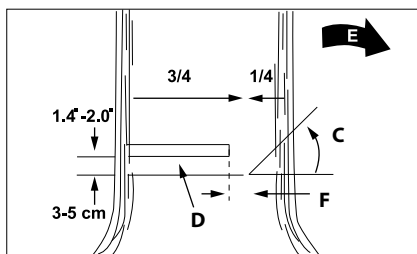

Fig. 15
De obicei, doborârea unui copac constă din două operațiuni principale: creștătura (C) și executarea tăieturii finale (D). Începeți creștătura (C) pe acea parte a copacului care se află în direcția prevăzută de cădere (E). Asigurați-vă că nu tăiați prea adânc în trunchi. Creștătura (C) trebuie să fie astfel încât o parte suficient de groasă și solidă a trunchiului (F) să nu fie tăiată. Creștătura trebuie să fie suficient de largă pentru a ghida căderea arborelui atunci când este doborât. Atenție! Nu mergeți în fața unui copac pe care deja s-au făcut creștături. Tăietura finală (D) se execută pe partea posterioară a copacului la 3-5 cm deasupra bazei orizontale a creștăturii (C) (Fig. 15).